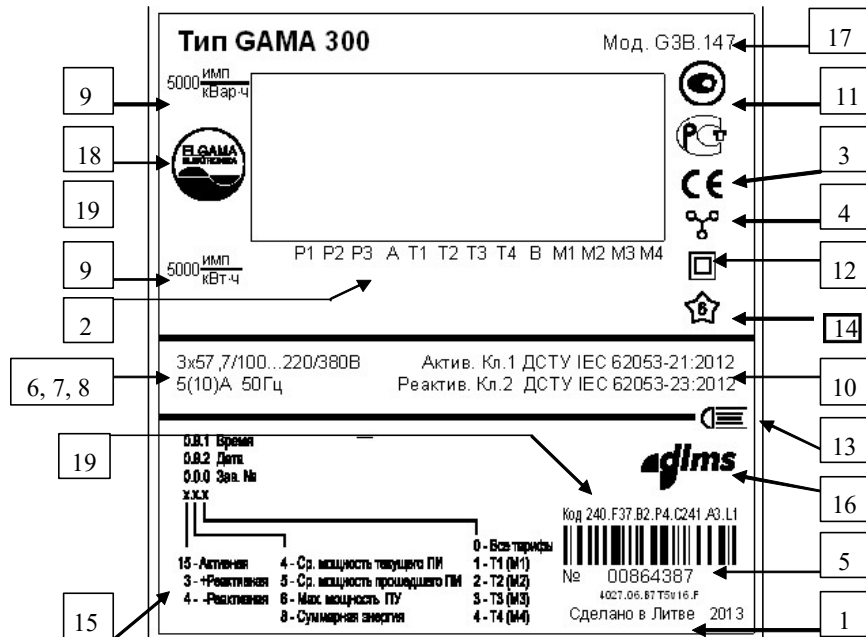

Рис. 3: Щиток лічильника G3B
Інформація, нанесена на щитку, відповідає вимогам Технічного регламенту та стандарту ДСТУ EN 62052-11, так само, як і ідентифікація основних даних, що відображаються на індикаторі РКІ. Зразок щитка наведений на рисунку (Рис. 3).
14. **Період обліку.** Сегмент світиться - зафіксовано вплив на лічильник магнітним полем або відкриття кришок; сегмент не світиться - можливе ручне закриття періоду обліку; сегмент миготить - період обліку закритий, пломбувальна кнопка заблокована, (символ «B» надруковано на щитку під відповідним сегментом (Рис. 3). Якщо одночасно зафіксовано вплив на лічильник і період обліку закритий, то індикація закриття періоду обліку має більш високий пріоритет, тобто сегмент миготить.